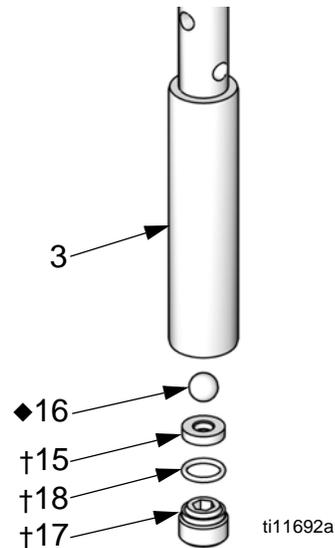

FIG. 5 . Remplacement de la bille et du siège du piston.
13. Retirez le joint torique (18†), le siège (15†) et la bille (16◆). Voir FIG. 5.